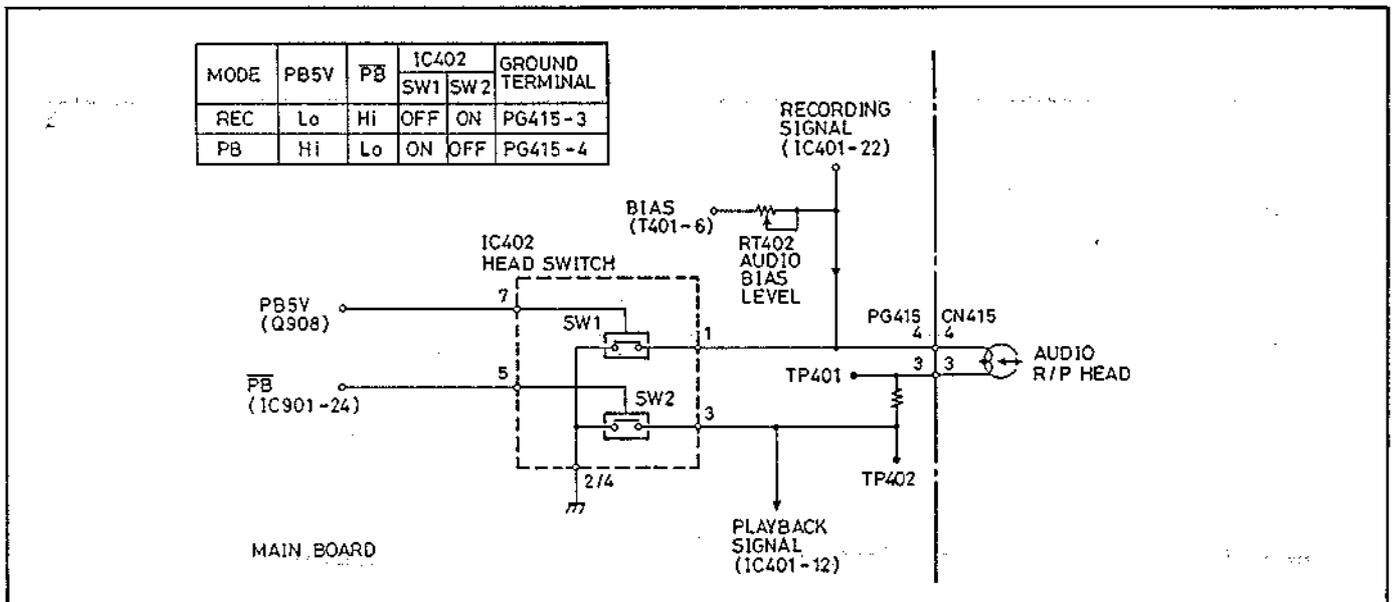

Abb. 6.3 Kopfauswahlschaltkreis
3. Kopfauswahlschaltkreis (Abb. 6.3)